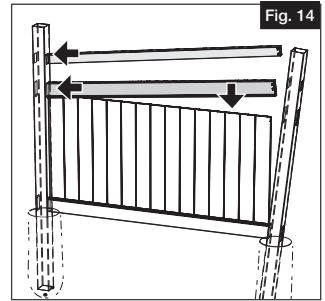

Fig. 14
- Sujete el travesaño intermedio en el lado izquierdo de la ranura del poste y sólo entonces guíe el travesaño encima de las tablas en punta. Introduzca el travesaño superior en el orificio ranurado izquierdo del primer poste únicamente (Fig. 14).